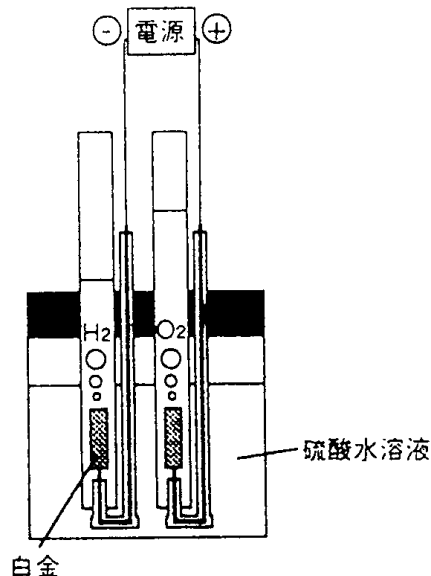

図 1. 水の電気分解
- ① 電解液として 1 モル／リットルの硫酸水溶液をビーカーに入れます。
- ② 図 1 に示すように、2 枚の白金電極をセットし、水を電気分解しましょう。蓄電池のマイナスにつないだ方から水素、プラスにつないだ方から酸素が 2 : 1 の割合で発生するのが観察できるでしょう。
- ③ 電極の約 1/2 がガス中に出れば電解を止めます。2 つの電極の間の電圧をデジタルテスターで測定しましょう。どちらの電極がプラスで、何ボルト発生しているか記録しよう。